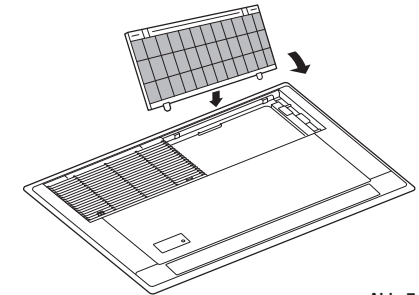

Abb. 7-12
- (2) Die mitgelieferten Schrauben (4 x 12) verwenden, um die Seitenverkleidung an der Deckenverkleidung zu befestigen.
- Beim Befestigen des Einlassgitters darauf achten, dass das Klappen-Zuleitungskabel nicht eingeklemmt wird. (Abb. 7-12)